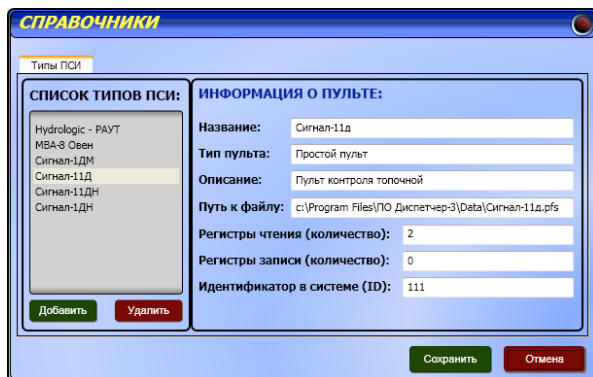

рис. 72
При добавлении ПСИ запрашивается его тип, который выбирается из списка (кнопка «Добавить из списка»), если в списке нужного пульта нет, то он добавляется из файла (кнопка «Добавить из файла») при условии, что этот пульт создан редактором пультов. Добавить пульт в список можно с помощью меню «Справочники» - «Типы ПСИ» (рис. 72).
2.3.1 Типы ПСИ (рис. 72)